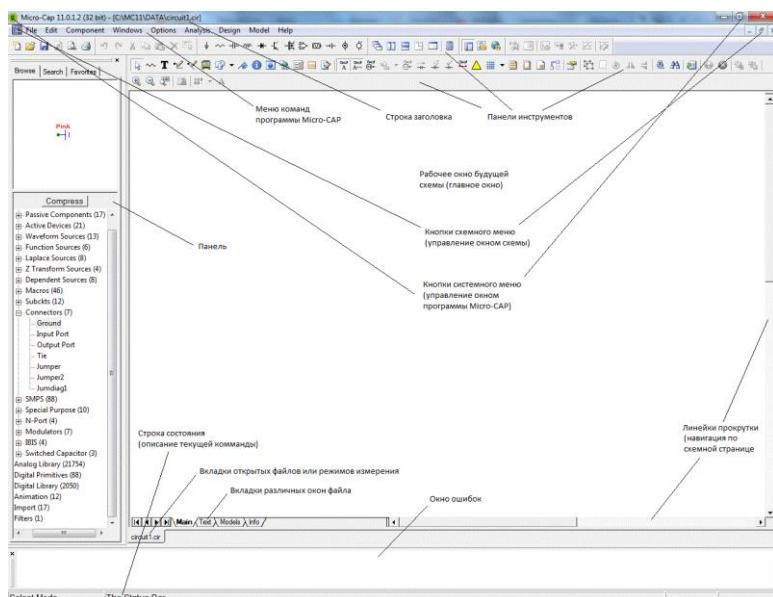

Рис. 1.1. Окно программы Micro-CAP
о В интегрированном пакете Micro-CAP (MC) используется стандартный многооконный интерфейс с ниспадающими и разворачивающимися меню. После запуска программы экран монитора имеет вид, представленный на рис. 1.1.